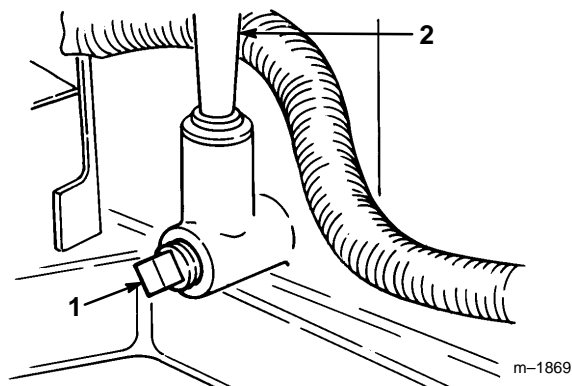

Abbildung 31
4. Eine Auffangschale unter das Einfüllrohr stellen und die Ablasschraube entfernen (Abb. 31).